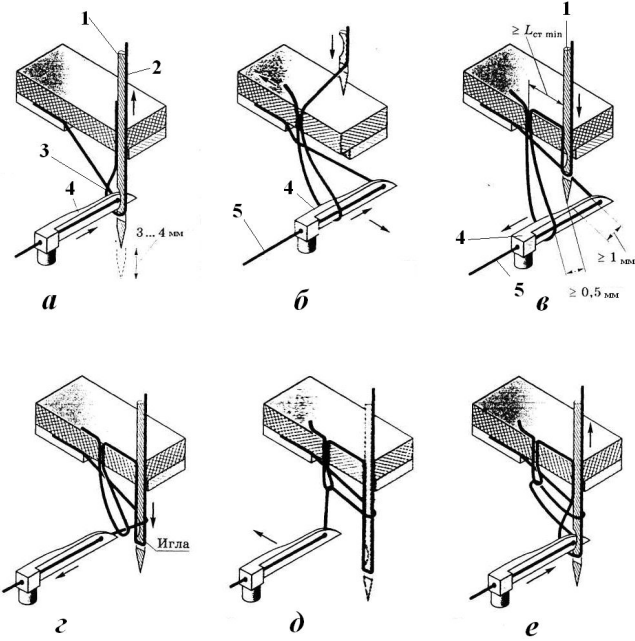

Рис. 2.4. Процесс образования двухниточного цепного стежка на примере машины
В образовании двухниточных цепных стежков принимают участие прямая игла и петлитель, совершая сложные движения по отношению к игле. Нитка заправляется в ушко иглы со стороны оператора спереди назад. Процесс образования двухниточного цепного стежка показан на рис.2.4 и состоит из следующих этапов:
*I этап* – игла 1 (рис. 2.4 а) прокалывает материал и проводит через него петлю из нитки 2. При движении иглы из материала образуется петля-напуск 3 со стороны малого желобка. В этот момент носик петлителя 4 в
*По этап* – при дальнейшем движении (рис. 2.4 б) влево петлитель 4 расширяет игольную петлю, вводя в неё свою нитку 5, и совершает поперечное перемещение таким образом, чтобы обеспечить положение перед иглой.
*III этап* – игла 1, (рис. 2.4 в), поднимаясь вверх и оставляя петлю 5 своей нитки на петлителе 4, выходит из материала. Дойдя до крайнего верхнего положения после перемещения материала на длину стежка, игла начинает опускаться вниз.
*IV этап* – игла (рис. 2.4 г), продолжая опускаться после входа её в петлю из нитки петлителя, проводит через старую петлю новую. Петлитель смещается вправо, сбрасывает игольную петлю предыдущего стежка, а игла начинает её затягивать, затем, когда игла, дойдя до крайнего нижнего положения, начинает подниматься, на ней опять образуется петля-напуск. Процесс повторяется. Окончательное затягивание стежка происходит при перемещении материала и смещении петлителя вдоль строчки, т.е. при движении материала и петлителя в противоположных направлениях.